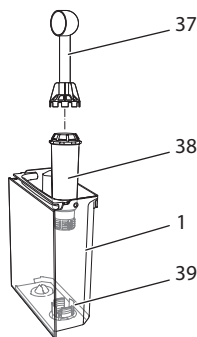

Fig. 18: Înșurubarea / deșurubarea filtrului de apă
- Scoateți filtrul de apă (consultați Fig.18).